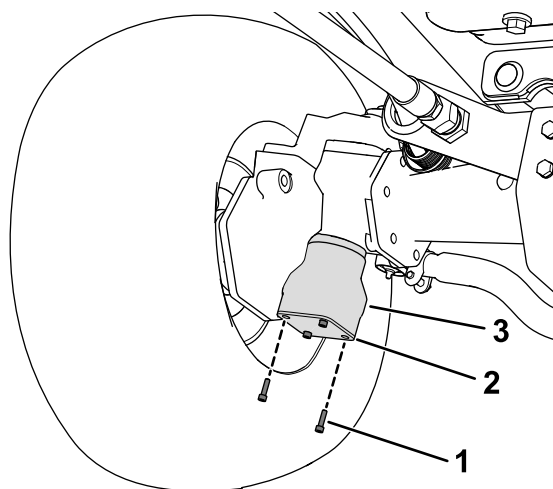

Figura 3
3. Rimuovete 2 bulloni dai tappi degli assali su entrambi i lati della macchina (**Figura 3**).